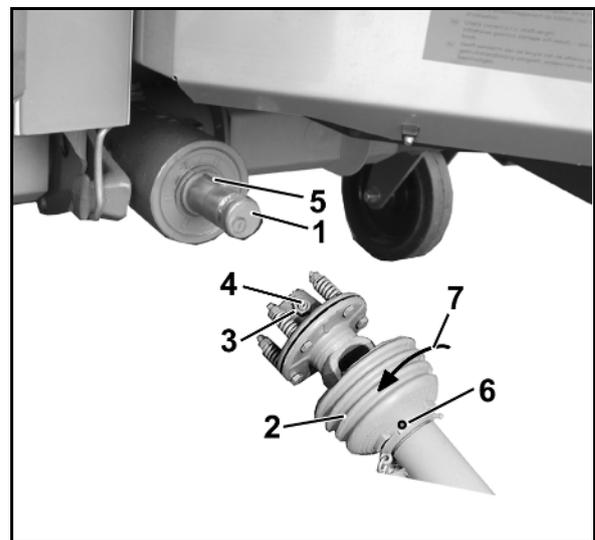

Fig. 36
1. Démontez le flasque de l'arbre d'entrée (Fig. 36/1) à l'aide d'un extracteur approprié.